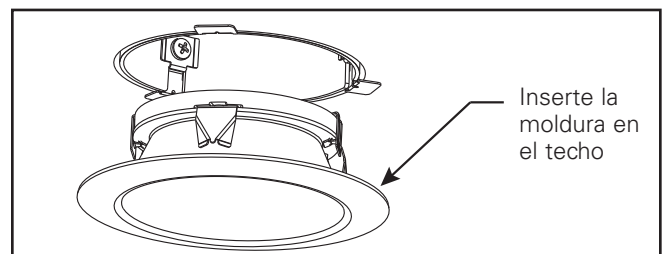

Figura 6
1. Inserte la moldura en la abertura del módulo LED hasta que quede a ras del techo (consulte la figura 6).